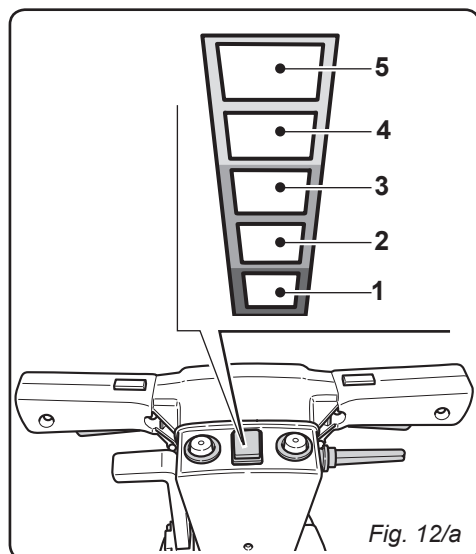

Fig. 12/a
9.1.f - Compteur d'heures (Fig. 12/a)